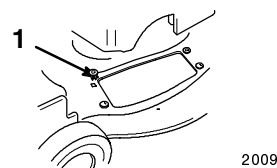

Figure 36
6. Insérer les quatre œillets fournis avec le sac de ramassage dans les quatre trous carrés du carter de tondeuse (Fig. 36).
8. Aligner les perforations du conduit d'éjection face aux œillets du carter de tondeuse (Fig. 36).